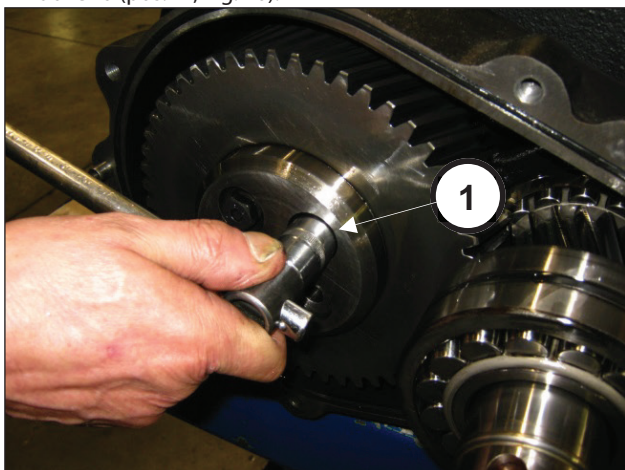
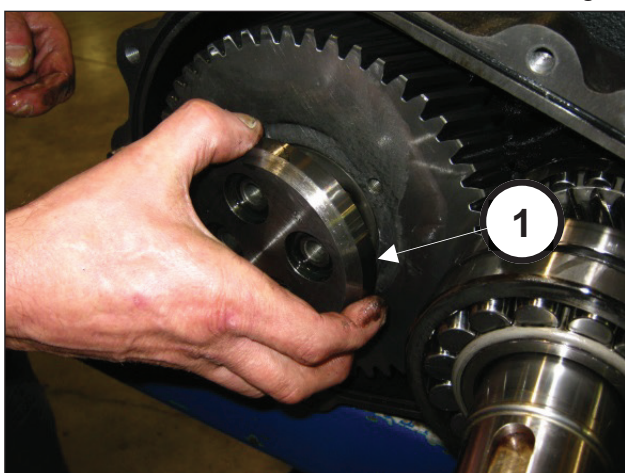

Fig. 9
Fig. 10
Ad operazione terminata rimuovere il coperchio riduttore. Svitare le viti che fissano il fermo corona (pos. ①, Fig. 9) e rimuoverlo (pos. ①, Fig. 10).